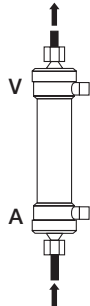

Fig.2 / Abb.2
- Spoel de bloedzijde van de dialysator en de bloedlijn met meer dan 500 ml fysiologische zoutoplossing bij ongeveer 100 ml/min. (Fig. 2)